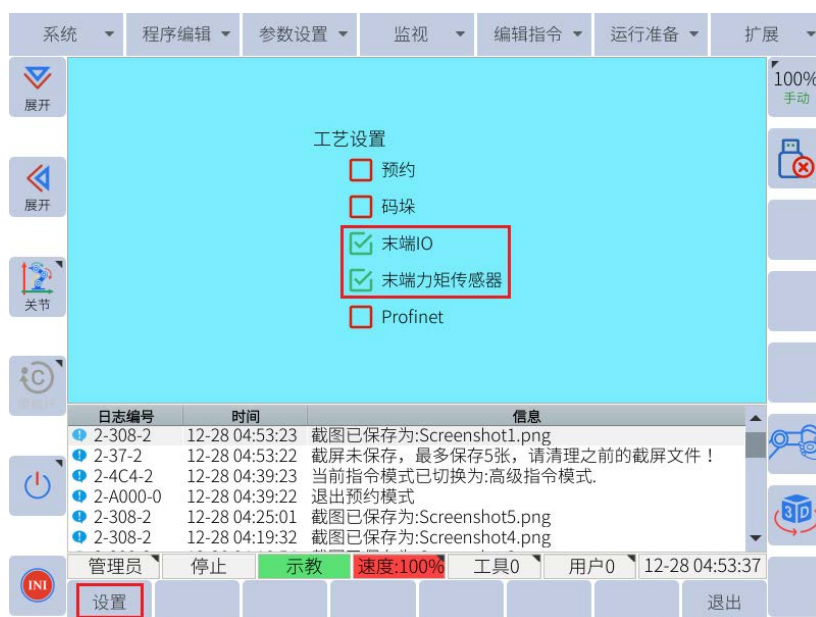

图 6-26: 勾选“末端IO”与“末端力矩传感器”
- 配置前，请确保用户权限已更改为管理员权限。用户可以通过点击**运行准备->工艺配置**进入设置界面，勾选“末端IO”与“末端力矩传感器”，之后，点击**设置**，如图6-26所示。设置完成后，界面会出现“重启后生效，是否继续”提示，点击“确定”，重启机器人。